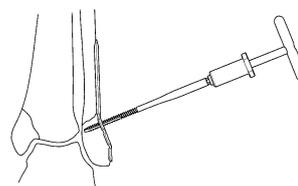

図5
- 5) 4.0 キャンセラスクリュータップの他端にTハンドルを装着し、イメージ下で確認しながらプレタップを行います。（図5）